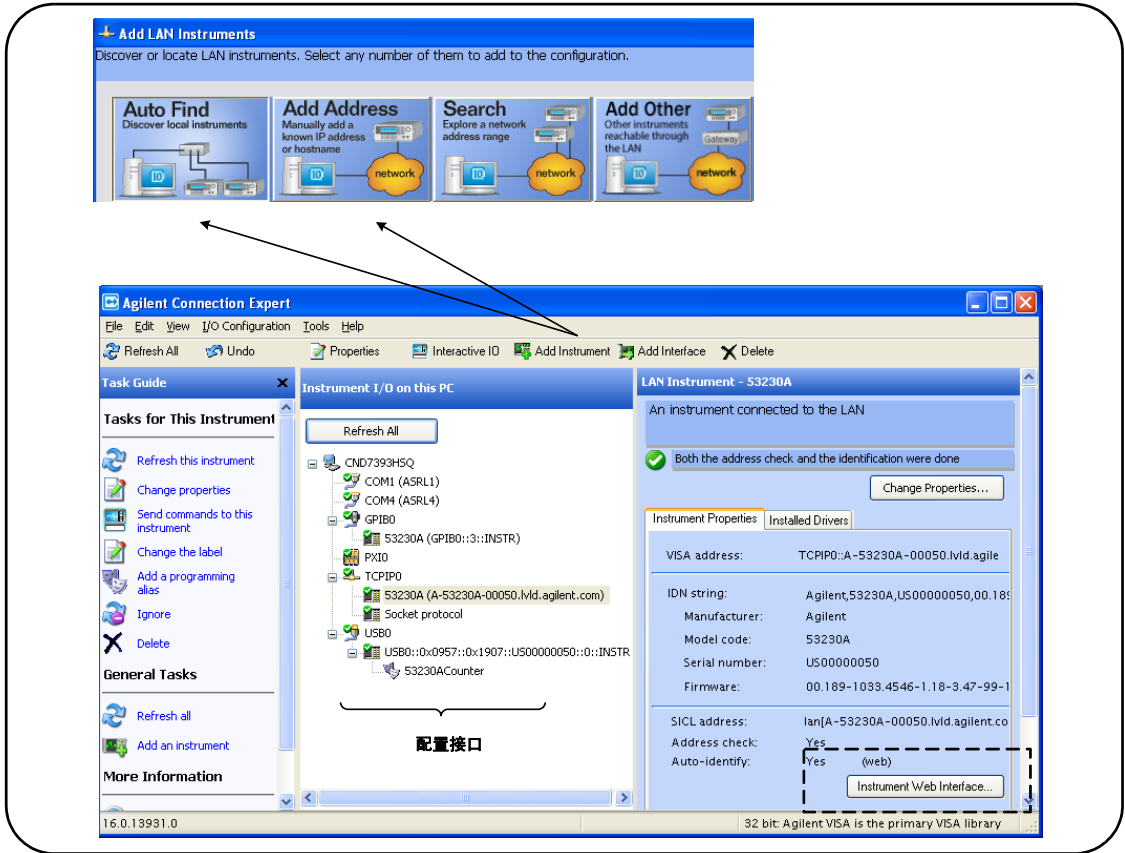

图 2-4. Agilent Connection Expert 接口窗口。
Agilent Connection Expert 将打开如图 2-4 所示的类似欢迎屏幕和窗口。安装期间配置的计算机接口将显示在左列 (**Explorer** 窗格)，已配置接口的属性将显示在右列 (**Properties** 窗格)。
**使用套接字协议** 要获得更高的性能，添加到 LAN 配置的仪器还可以使用套接字协议。要使用此连接，请从“Add Instruments”菜单中选择“Add Address”（图 2-4）。在此窗口中，输入仪器的主机名或 IP 地址，并在“Optional Socket Connection”下选择“Use socket connection”（图 2-5）。请注意，仪器在配置中可同时拥有 VXI-11 和 Sockets 连接（图 2-4）。
LAN 接口是**唯一**可从中访问计数器支持 Web 用户界面的 IO 接口。要打开 Web UI，请突出显示已配置的 LAN 仪器（图 2-4），并从 Connection Expert 窗口中选择 “Instrument Web Interface...”。
通过 USB 电缆连接 53220A/53230A 和 PC 后，启动 Agilent Connection Expert（图 2-4）（如果尚未打开）。PC 应检测是否存在 USB 设备。如有必要，请**右键单击** USB 接口 (USB0)，然后选择 “Refresh This Interface”。
Connection Expert 将尝试建立与仪器的通信路径。如果成功，则仪器将被添加到配置了 USB 的仪器的列表（图 2-4）。USB 地址可从前面板中读取，如下所示。
要将仪器添加到 GPIB 接口，请突出显示 GPIB0，并选择 Connection Expert 工具栏中的“Add Instrument”（图 2-4）。在显示的“New GPIB Instrument”窗口（图 2-7）中，选择计数器的 GPIB 地址（**注意：出厂设置地址 = 3**），并选择“OK”。
如果 GPIB 地址已更改，则新地址将不会在 **Connection Expert** 接口窗口（图 2-4）中更新。